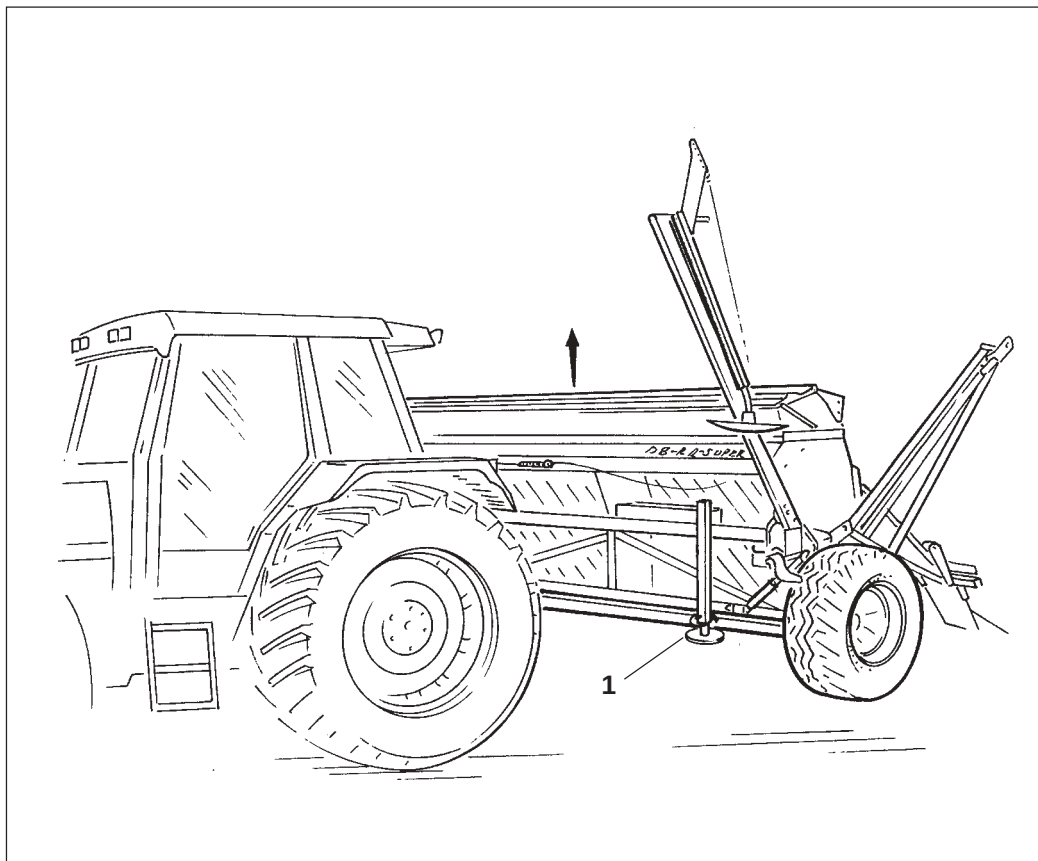

Рис. 19.4
Приведение в опорное положение стоек (Рис.19.4/1):
- Присоедините сеялку к трехточечной навеске (см. Рис. 19.4).